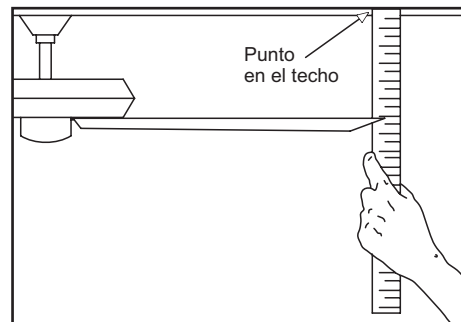

Figura 9
2. La mayoría de los problemas de oscilación del ventilador se deben a que las aspas no están a un mismo nivel. Verifica este nivel seleccionando un punto en el techo sobre la punta de una de las aspas. Mide desde un punto en el centro de cada aspa a un punto en el techo. Mide esta distancia como se muestra en la Figura 9. Rota el ventilador hasta que se posicione la siguiente aspa para su medición. Repite para cada aspa. Las desviaciones de la medición deben estar dentro de $1/8''$. Enciende el ventilador por 10 minutos.